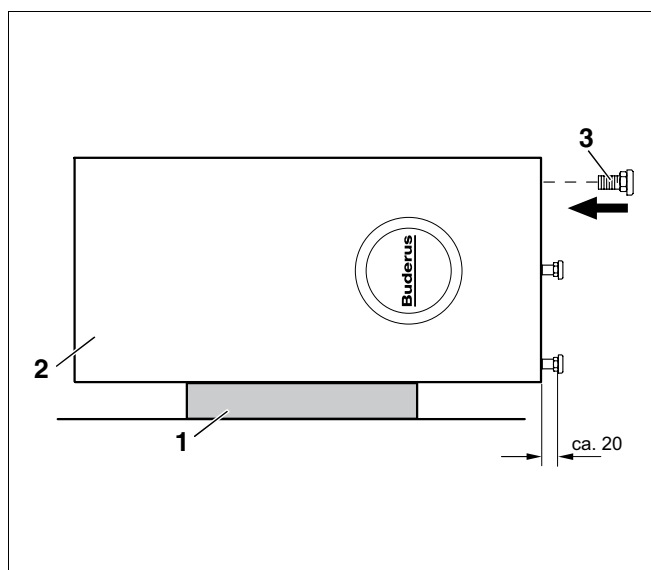

Fig. 5 Montaggio dei piedini regolabili a vite
- Posizionare con cautela l' accumulatore produttore d'acqua calda (fig. 5, **pos. 2**) sopra l'imbottitura di copertura (fig. 5, **pos. 1**) piegandolo sul bordo della paletta di pavimento.
- Estrarre i piedini regolabili a vite dall'imbottitura di pavimento (polistirolo) ed avvitare i piedini regolabili a vite M10 x 30 (fig. 5, **pos. 3**) sul fondo dell' accumulatore produttore d'acqua calda.